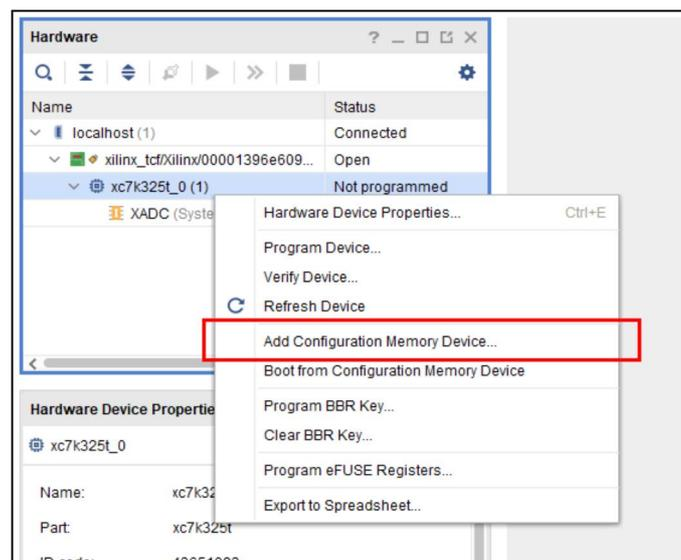

Рис. 2-7 Добавление микросхемы конфигурационной памяти
9.1. Нажать правую кнопку мыши на «xc7k325t_0» и выбрать «Add Configuration Memory Device...» (Рис. 2-7).